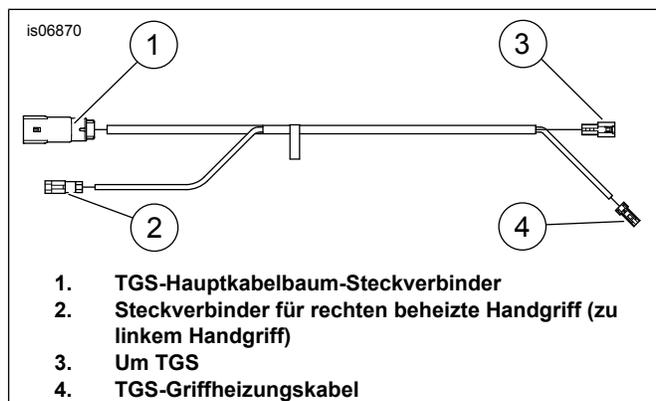

Abbildung 4. TGS-Überbrückungskabelbaum
4. Siehe Abbildung 4. Den **neuen** TGS-Überbrückungskabelbaum am TGB befestigen.
- a. Den Steckverbinder (3) am TGS-Kabelbaum anschließen.
- b. Den Steckverbinder (4) an den Steckverbinder des beheizten Handgriffs anschließen.